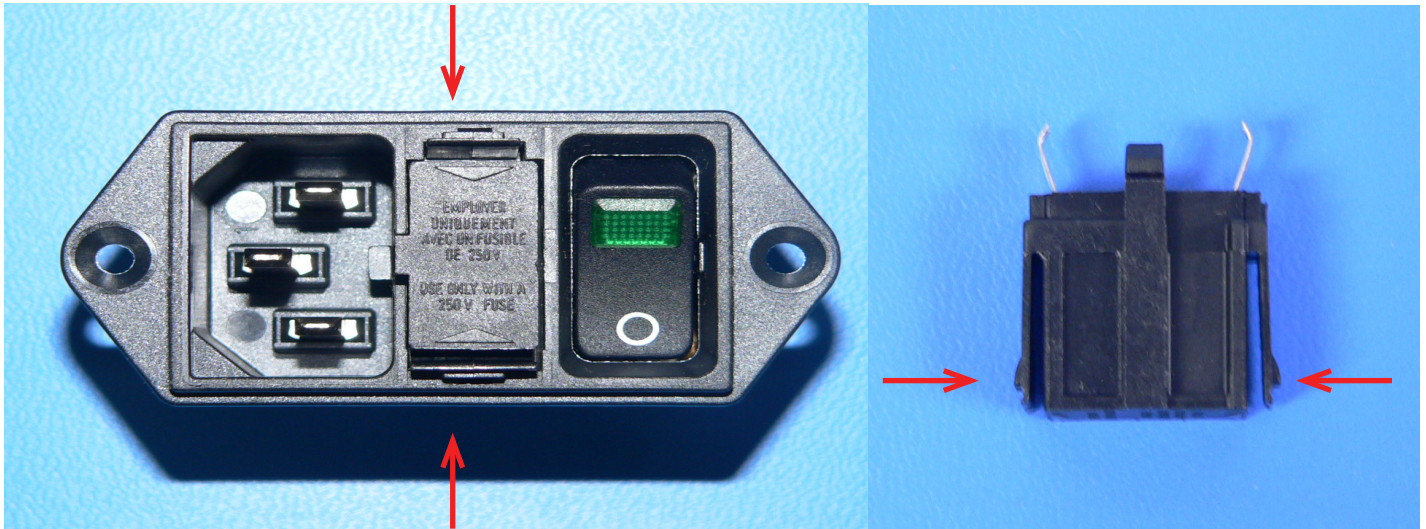

Figure 18 : languettes du porte-fusibles
2. À l'aide de la pince à becs fins, retirez avec précaution le porte-fusibles du module d'entrée d'alimentation en appuyant sur les languettes du porte-fusibles engagées dans les fentes, comme illustré à la figure 18.